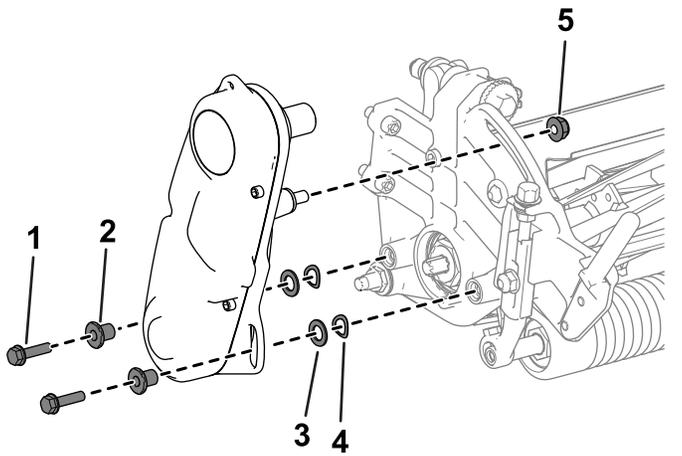

Figure 5
1. Retirez les fixations qui maintiennent le système d'entraînement du cylindre sur la plaque latérale (Figure 5).
2. Déposez le système d'entraînement du cylindre, les rondelles plates, les rondelles élastiques et les entretoises de la plaque latérale (Figure 5).